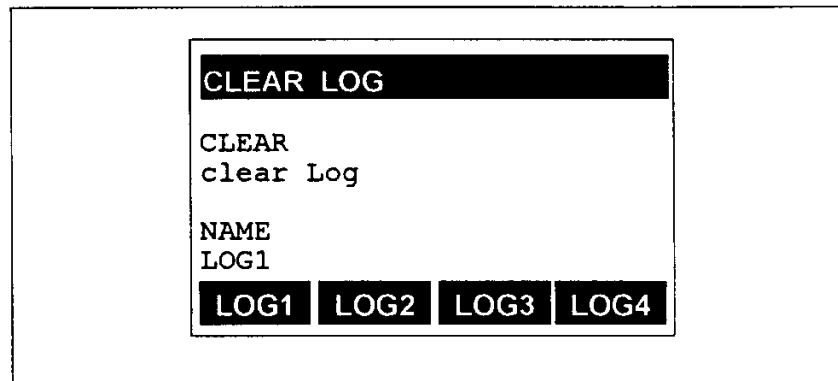

図 8-3: LOG を押した後の表示画面
2. [F3]を押して LOG を選択します。図 8-3 に示すような画面が表示されます。